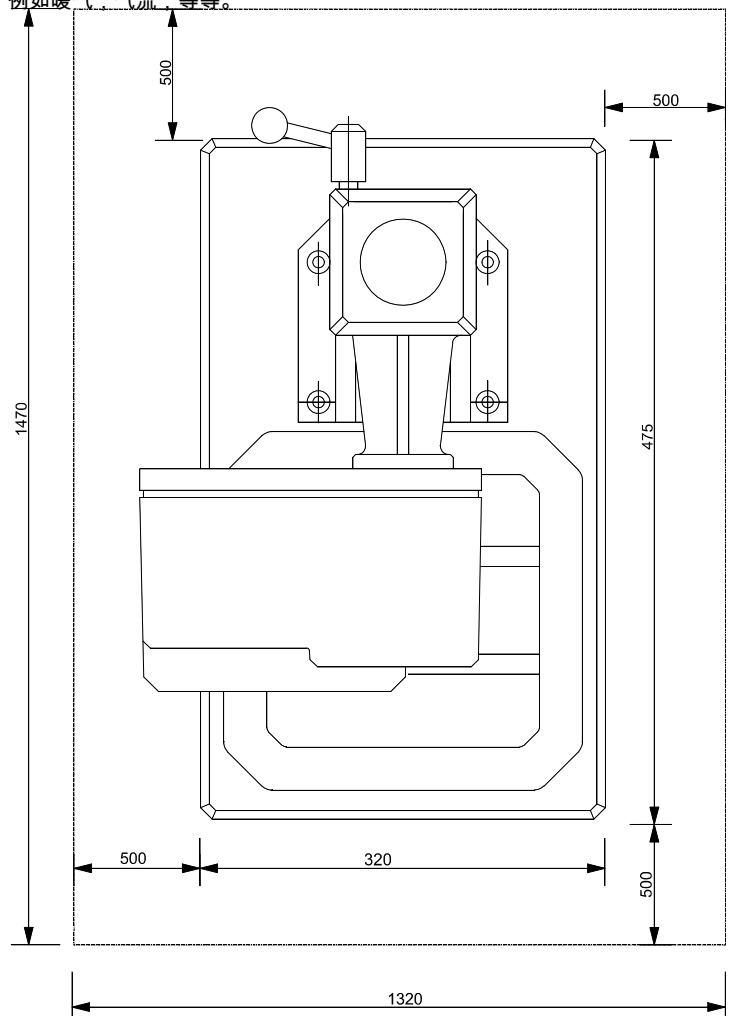

图 3-1 安装图,
1. 整个地面要求: (图 3-1)
2. 工作台遵照如图 3-1 规定的尺寸安装到装备好的地点。